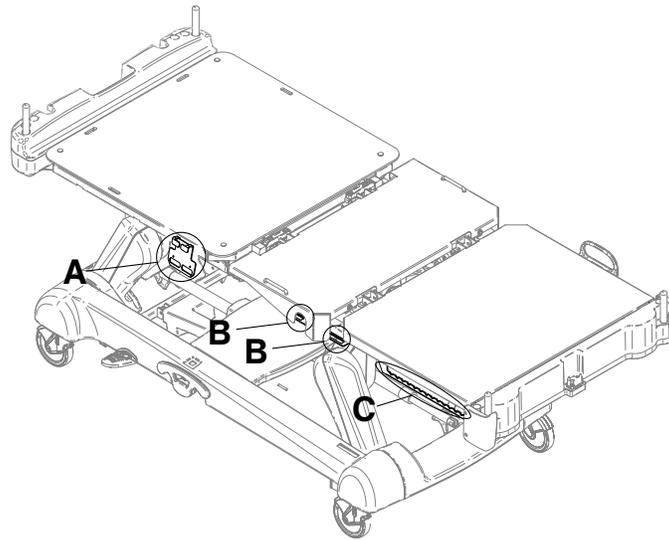

Figure 11 – Crochets pour poche urinaire
Deux crochets pour poche urinaire isolés se situent sous la section du siège (B) des deux côtés du produit (Figure 11). Si le patient est pesé avec le système de pesée, le poids des poches urinaires isolées n'est pas inclus dans le poids du patient.